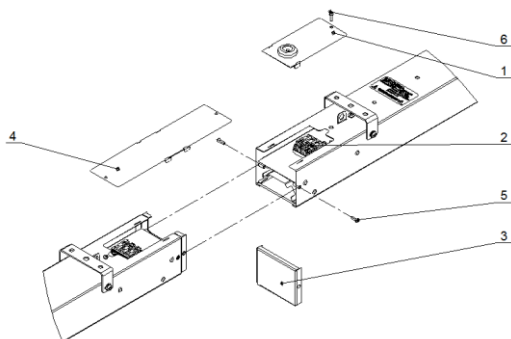

Рисунок 3. Соединение светильников в линию
- Снять крышку (поз. 1, рис. 3), предварительно открутив винт М3х10 (поз. 6, рис. 3).
- Открутить винты (поз. 5, рис. 3), снять боковую стенку (поз. 3, рис. 3).
- Соединительную стенку светильника с соединителем завести на место боковой стенки, закрепить винтами (поз. 5, рис. 3).
- Сетевым проводом длиной 200 мм (рекомендуемое сечение проводов не менее 0,5 мм²) соединить клеммные колодки (поз. 2, рис. 3) согласно маркировке.
- Закрыть светильник общей крышкой (поз. 4, рис. 3), закрепить её 2 винтами (поз. 6, рис. 3).